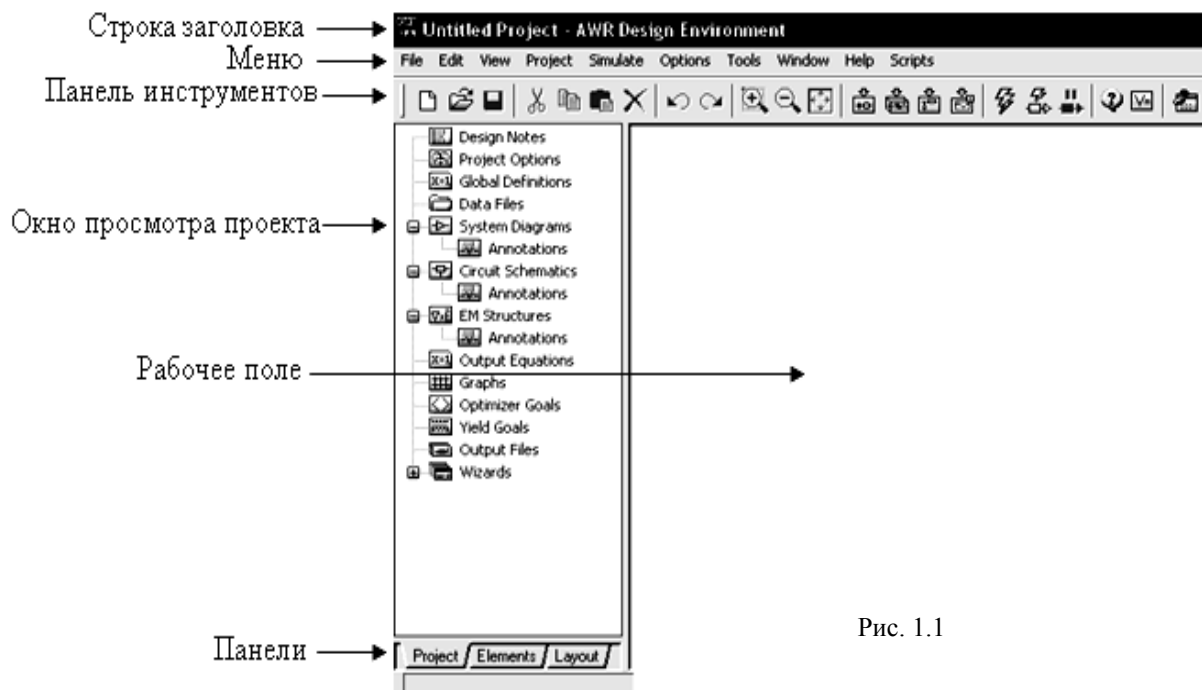

Рис. 1.1
- Выберите **Программы>AWR2007>AWR Design Environment**. Откроется главное окно Microwave Office, показанное на рис. 1.1.